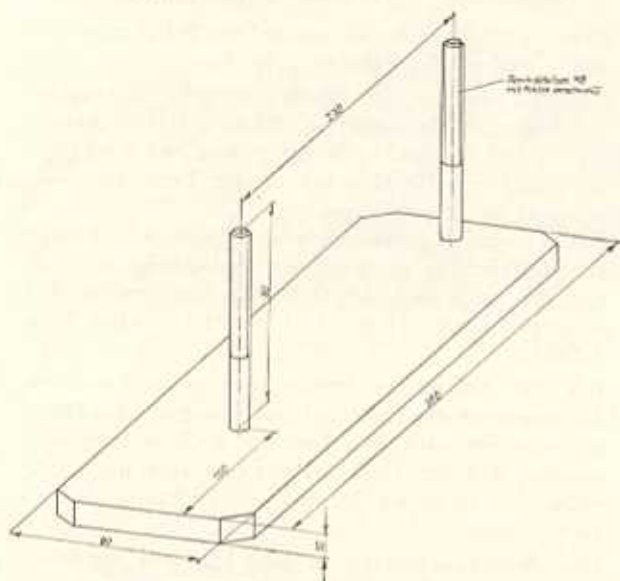

Bild F 16. Haltevorrichtung für Lenkgetriebe (Maßskizze)
1. Haltevorrichtung (Bild F 16) im Schraubstock einspannen und das Lenkgetriebe auf die Haltevorrichtung aufschrauben.
2. Haltevorrichtung (s. Bild F 16) im Schraubstock einspannen und das Lenkgehäuse auf die Haltevorrichtung aufschrauben.